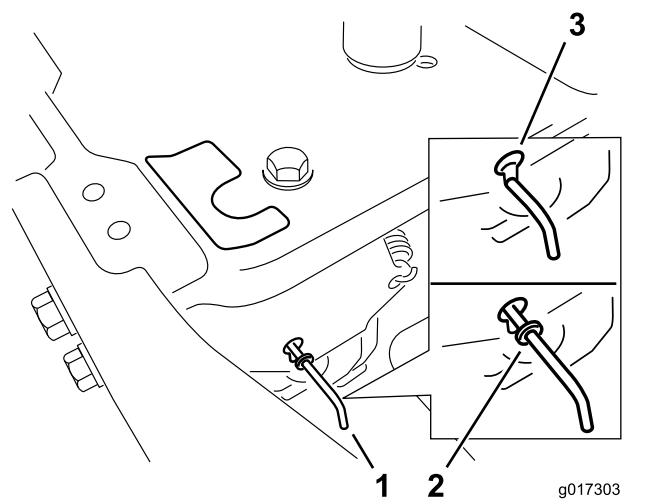

Figure 23
4. Déplacez les leviers de dérivation en avant dans l'encoche en trou de serrure, puis vers le bas pour les verrouiller en position (Figure 23).
Déplacez les leviers de dérivation en arrière dans l'encoche en trou de serrure, puis vers le bas pour les verrouiller en position, comme montré à la Figure 23.